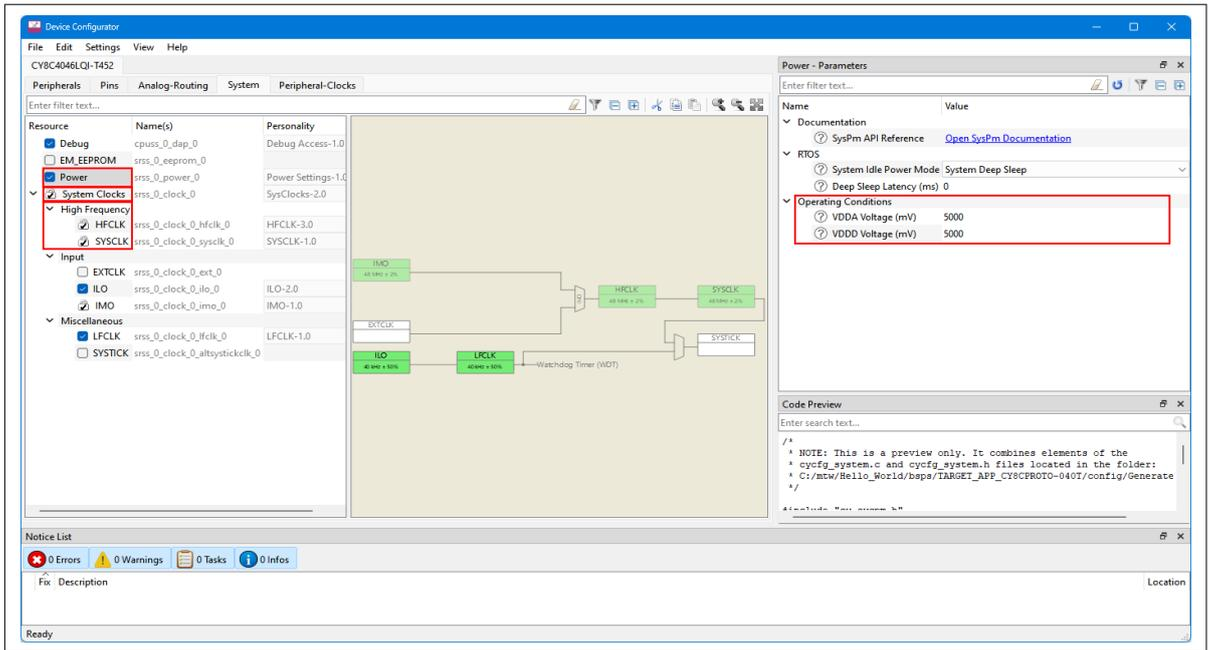

図 24 システム設定
5. 電力、周波数、およびクロックなどの他のリソースは、Resource Categories ペインの System タブで設定できます。デフォルトの電力設定を図 24 に示します。この設計では、それ以上の変更は必要ありません。